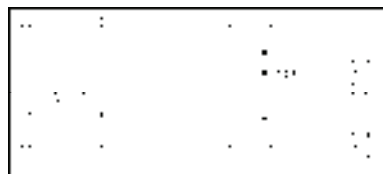

图 13-73 偏移轴线
6) 调用“偏移”命令，偏移轴线，结果如图 13-73 所示。